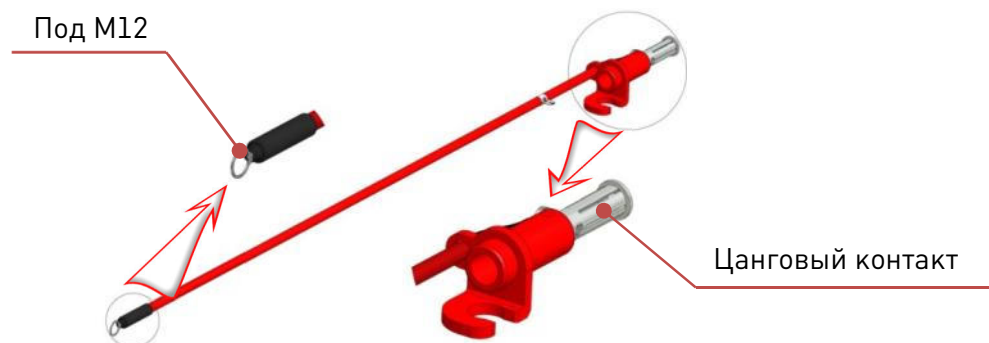

Рис.5.3. Высоковольтный жгут TER_SGunit_Harness_14
3. Подключить к фазам А, В и С шкафа ОВ высоковольтные жгуты TER_SGunit_Harness_14 из монтажного комплекта основного ввода (в комплектации 6 шт.), рисунок 5.3.